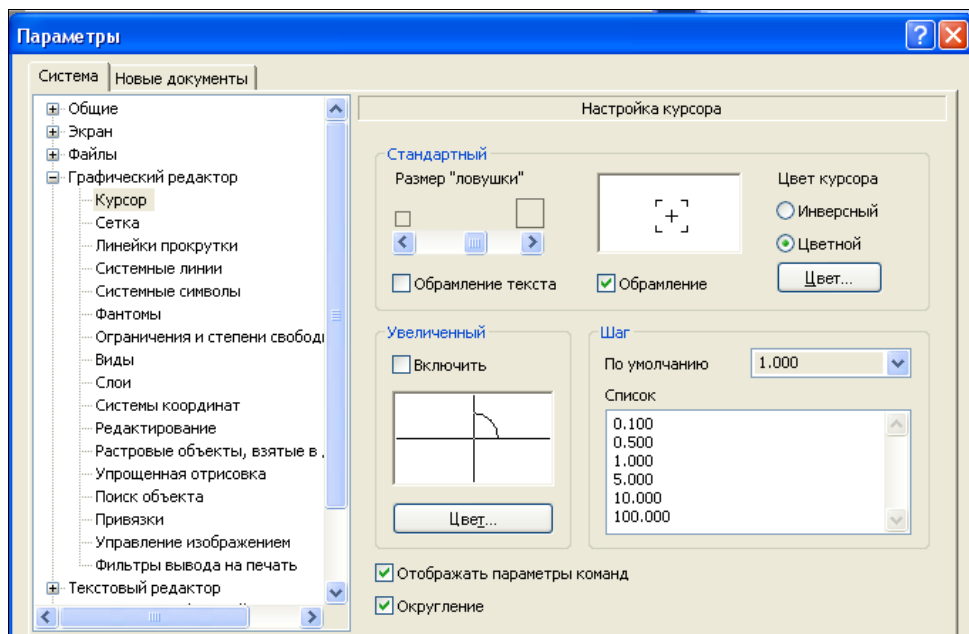

Рис. 15.9. Диалоговое окно **Параметры** с открытой панелью **Настройка курсора**
- ◆ щелкните ЛК мыши по знаку "плюс" перед названием **Графический редактор**, а затем по пункту **Курсор**. В правой части появилась панель **Настройка курсора** (рис. 15.9). На этой панели: